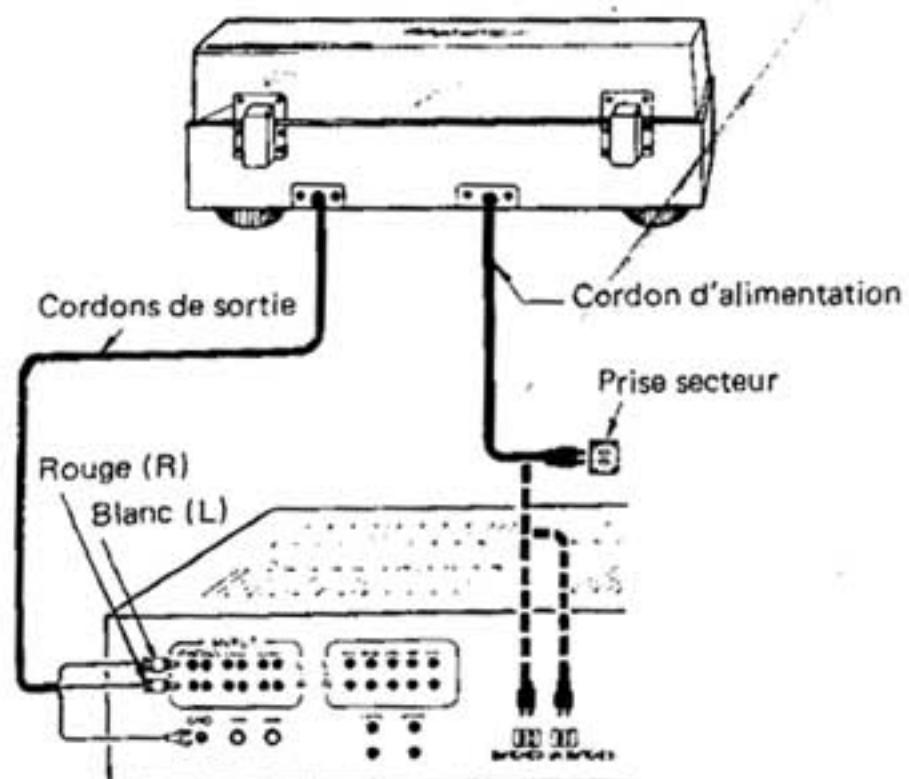

fig. 10
Avant de commencer les branchements, vérifier si l'alimentation de l'amplificateur est bien coupée, comme l'indique la fig. 10.
- Les cordons de sortie sont-ils bien branchés sur l'amplificateur? ..... Voir la fig. 10 de la page 18
- Le fil de masse est-il bien raccordé à l'amplificateur? ..... Voir la fig. 10 de la page 18
- Le réglage convient-il à la cellule employée (tension de sortie)? ..... Voir la fig. 10 de la page 18